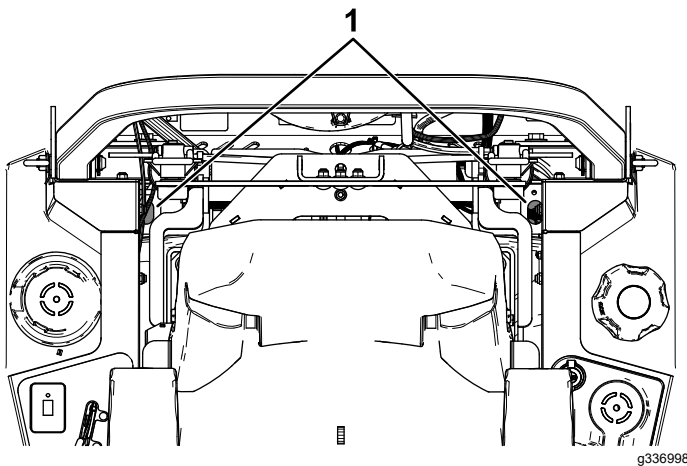

Figure 73
4. Utilisez une rallonge et une douille de 7/16 pouce pour accéder au bouchon d'aération par le haut de la machine, en passant par les trous près des supports de l'arceau de sécurité (Figure 73).